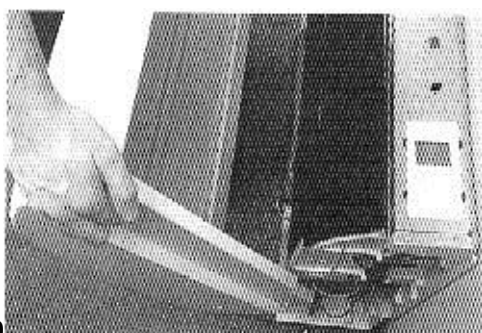

Рис. 10
- Для окончательной установки кожуха вставляют его в направляющие в основании модуля и повторно закрепляют в основании модуля и повторно закрепляют два винта (рис. 10 и 11). Снять решетку фильтра. Gitter Filter Halter ab.